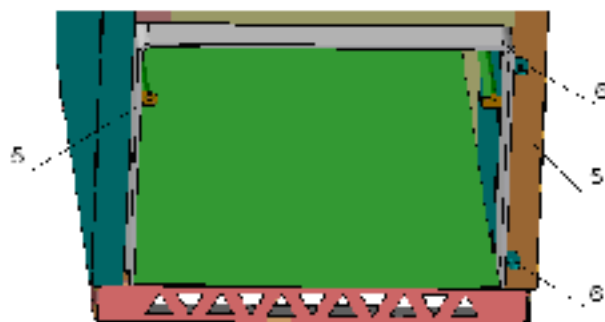
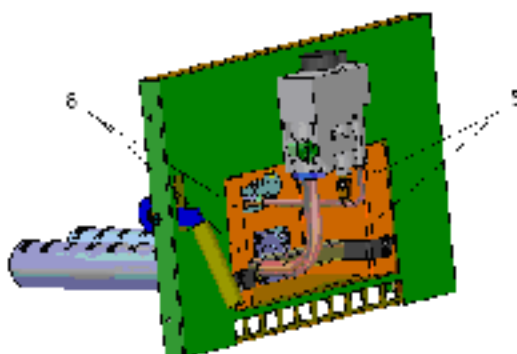
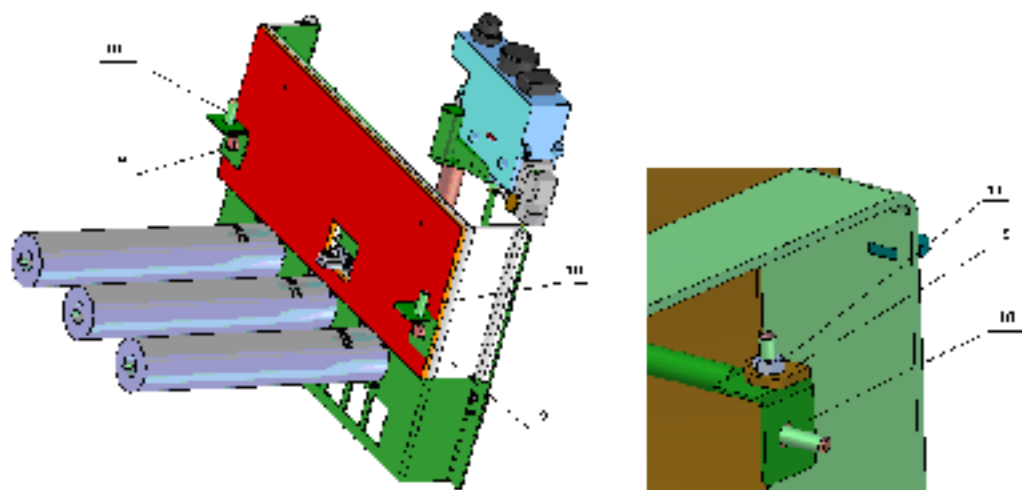

Рис. 13 Крепление горелок УГ-14...
Рис. 15 Дверца в сборе с горелкой УГ
Рис. 19 Крепление горелок: УГ-35...; УГ-45... и УГ-55...
7.3 На кронштейны 6 (рис. 13) для котлов КС-ТГ/ТГВ – 11/12...; КС-ТГ/ТГВ – 12/16...; КС-ТГ/ТГВ – 15/16...; КС-ТГ/ТГВ – 16/20... и КС-ТГ/ТГВ – 20/20... надевается дверца из комплекта горелок УГ... (табл. 2) в сборе с горелкой (рис. 15).
7.5 У котлов КС-ТГ/ТГВ-30/30...; КС-ТГ/ТГВ-40/40... для крепления горелок УГТ (рис. 19) требуется: снять кронштейны 10 (левый и правый) с щитка горелки и установить на кронштейны 5 (рис. 13,19) котла.